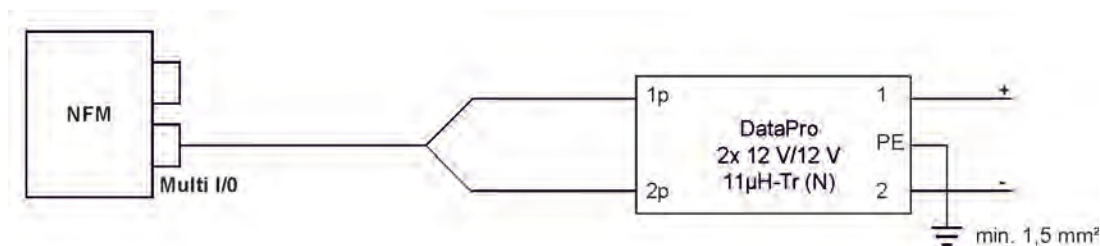

Abb. 26-8 Überspannungsschutz für Spannungsversorgung DC allgemein
Bei **direkter externer Spannungsversorgung** über 12 V DC (z. B. bei Solarspeisung) den Typen DataPro 2x1 12V/12V-11µH-Tr(N) für Nicht-Ex (Abb. 26-8).